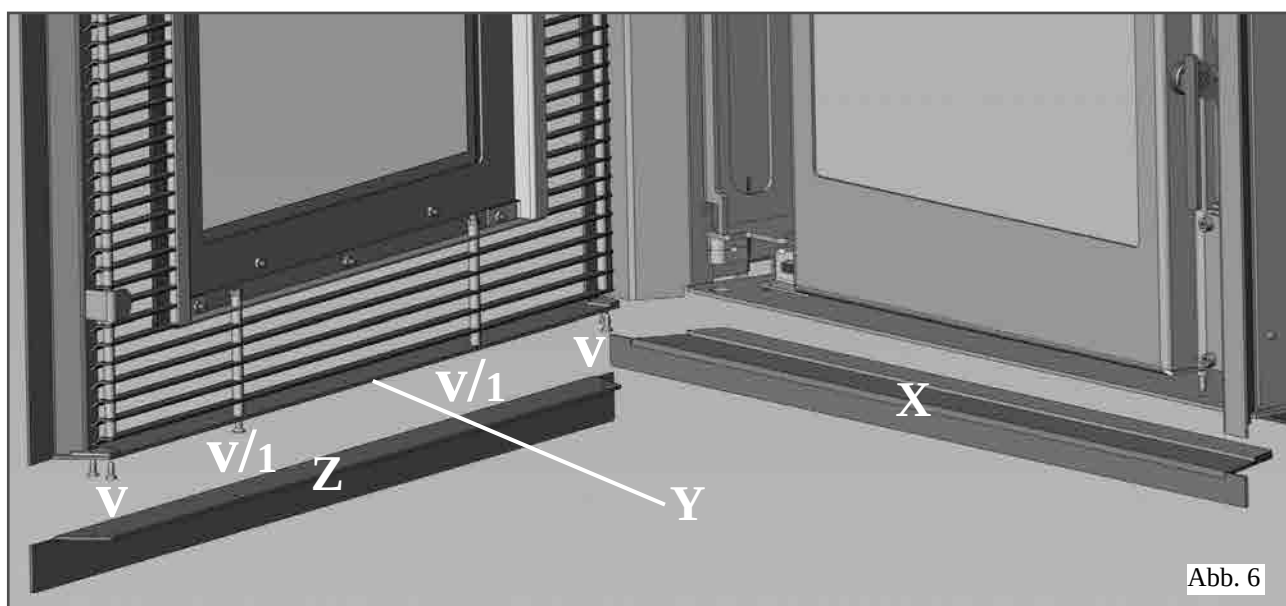

Abb. 6
Den äußeren Rahmen mit Gitter des Inpellet 54 öffnen, auf der Unterseite des Aufbaus das untere Rahmenprofil (X) mithilfe der mitgelieferten Schrauben befestigen (siehe Abb. 6).
Am äußeren Rahmen mit Gitter das flache, bereits montierte Profil (Y) durch das mitgelieferte untere "L"-Profil (Z) durch Einwirken auf die 4 Blechschrauben (V) und die 2 Schrauben mit Muttern auf den Rundstäben (V/1) ersetzen (siehe Abb. 6).